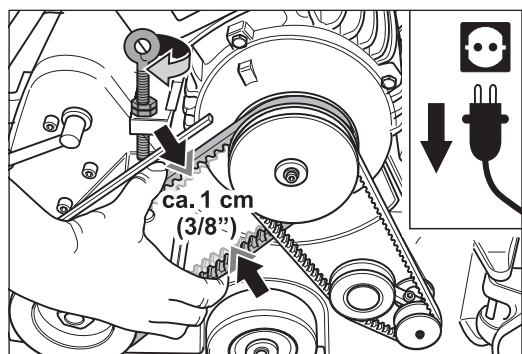

Abb. 63 Riemenspannung: Der Keilriemen sollte sich knapp eine Riemenbreite durchbiegen lassen. Abbildung ähnlich.
- 6 Legen Sie die neuen Keilriemen auf und spannen Sie den Antriebsriemen für die Schleifwalze mit der Spannschraube am Motor. Der Keilriemen sollte sich knapp eine Riemenbreite durchbiegen lassen (Abb. 63).